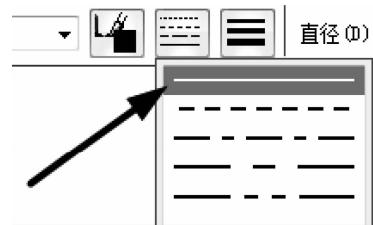

图 6-135 选择“直线”
(1) 单击【主页】选项卡【绘图】区域下的 【圆】按钮下的【中心和点画圆】，在弹出的菜单栏中的 直径(D): 【直径】中填入值 17mm，在 【线型】中选择【直线】选项，如图 6-135 所示。